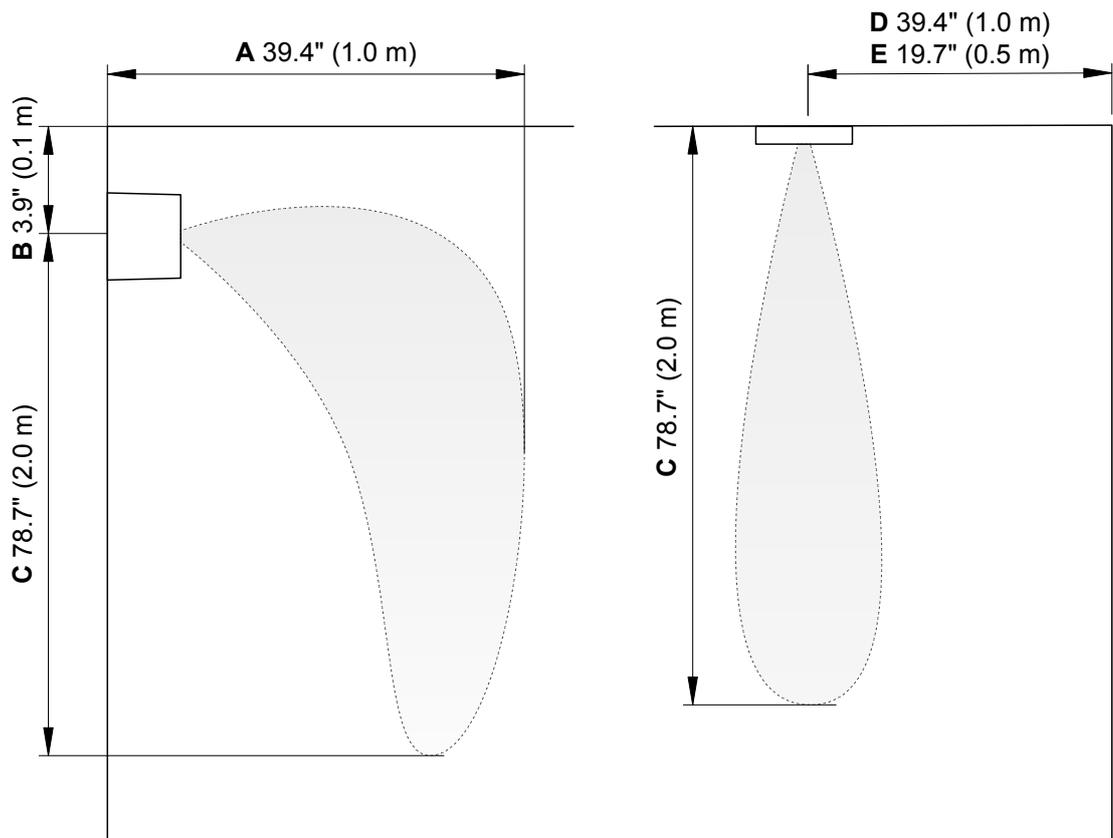

Fig. 13 : Distances minimales à respecter lors du positionnement des têtes vaporisation
- Placez les têtes vaporisation de façon à ce que la brume puisse se répartir librement dans la pièce et ne soit pas dirigée vers des obstacles tels que des poteaux, des meubles, des murs extérieurs froids, des surfaces de fenêtre, etc., sur lesquels l'air humide pourrait se condenser. Les distances minimales à respecter sont indiquées ci-dessous et dans la Fig. 13.